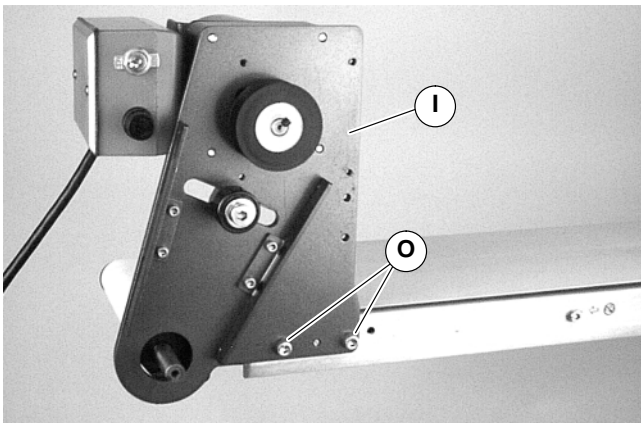

Abbildung 4
3. Installationsbaugruppe (I siehe Abbildung 4) mit Schrauben befestigen (O). Die Schrauben mit 9 Nm festziehen.